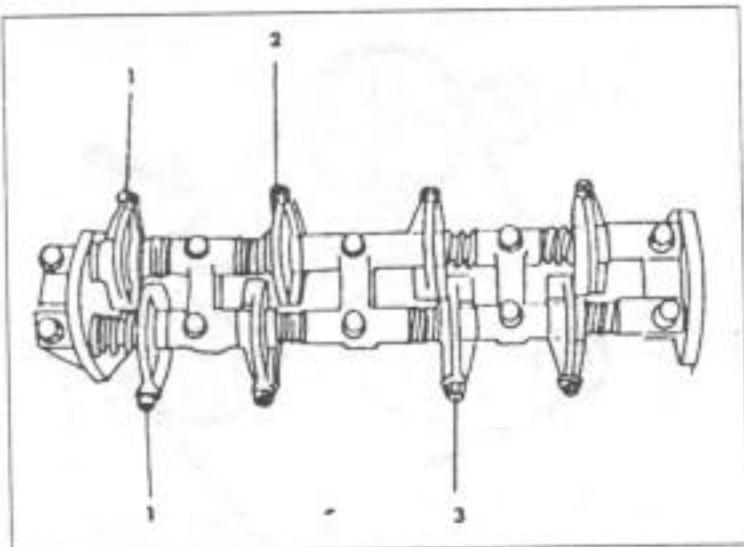

Рис. 76.
расположена против коромысла. Последовательность установки любая, однако поршень первого цилиндра нужно устанавливать в положение, соответствующее моменту зажигания, причем оба клапана закрываются. Установить действующие клапаны и после этого двигатель прокрутить, после чего могут быть установлены остальные клапаны. Клапаны устанавливаются следующим образом, причем, однако, впускной и выпускной клапаны имеют расположение, указанное на рис. 76:
- Руководствуясь рис. 76, установить клапаны, отмеченные стрелкой.
- Пользуясь рис. 76, установить оставшиеся клапаны.